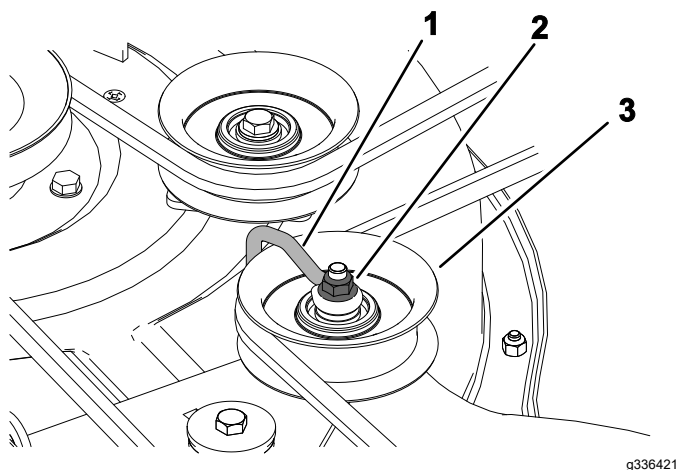

Figura 52
5. Para carcasas estampadas, afloje la tuerca que sujeta el soporte de alambre a la polea tensora (Figura 52).
9. Para carcasas estampadas, apriete la tuerca que sujeta el soporte de alambre a la polea tensora (Figura 52).
Nota: Coloque el soporte de alambre contra el brazo tensor, como se muestra en la Figura 52.